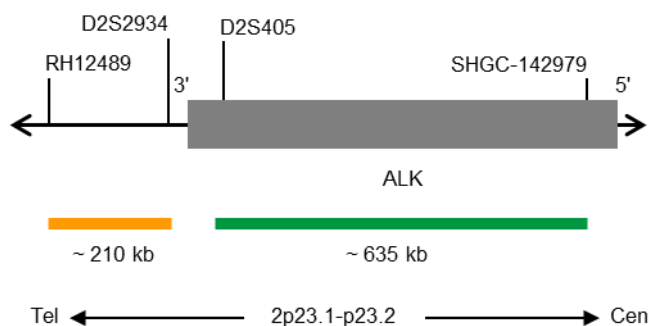

Fig. 1. SPEC ALK Mapa de la sonda (no está a escala)
- Polinucleótidos marcados en verde (excitación a 503 nm/emisión a 528 nm) ZyGreen (~10 ng/μl), dirigidos a secuencias localizadas en 2p23.1-p23.2* (chr2:29,460,144-30,095,822) proximales a la región del punto de ruptura de ALK (ver Fig. 1).
- Polinucleótidos marcados en naranja (excitación a 547 nm/emisión a 572 nm) ZyOrange (~4,5 ng/μl), dirigidos a secuencias localizadas en 2p23.2* (chr2:29,174,204-29,383,335) distales a la región del punto de ruptura de ALK (ver Fig. 1).